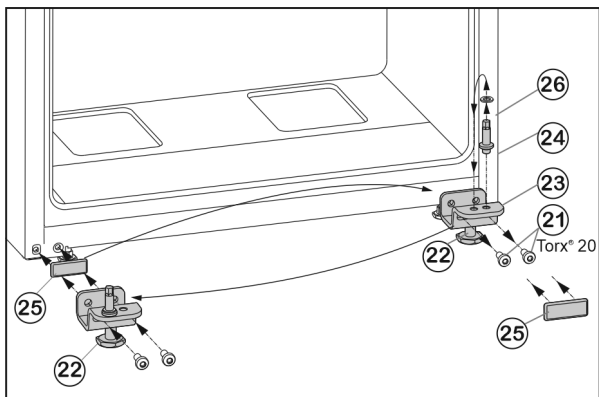

Fig. 7
- ▶ Vyskrutkujte upevňovacie skrutky *Fig. 7 (21)*.
- ▶ Kompletnú ložiskovú konzolu dole *Fig. 7 (23)* odoberte spolu s ložiskovým čapom *Fig. 7 (24)*, podložkou *Fig. 7 (26)* a nastaviteľnou nohou *Fig. 7 (22)*.
- ▶ Ložiskový čap *Fig. 7 (24)* kompletne spolu s podložkou *Fig. 7 (26)* vyskrutkujte, premiestnite ho do protilahlého otvoru uloženia ložiskovej konzoly a znovu ho pevne priskrutkujte.
- ▶ Opatrne odnímate kryt *Fig. 7 (25)* a premiestnite ho na opačnú stranu.
- ▶ Ložiskovú konzolu dole *Fig. 7 (23)* kompletne spolu s ložiskovým čapom *Fig. 7 (24)*, podložkou *Fig. 7 (26)* a nastaviteľnou nohou *Fig. 7 (22)* znovu naskrutkujte na novú stranu závesu, príp. ju znovu pomocou akumulátorového skrutkovača **pevne utiahnite (4 Nm)**.
- ▶ Dvere nasadíte zhora na ložiskový čap *Fig. 7 (24)*.
- ▶ Vytočíte nastaviteľnú nohu *Fig. 7 (22)* na ložiskovej konzole dole *Fig. 7 (23)*, pokiaľ nedosadá na podlahu.